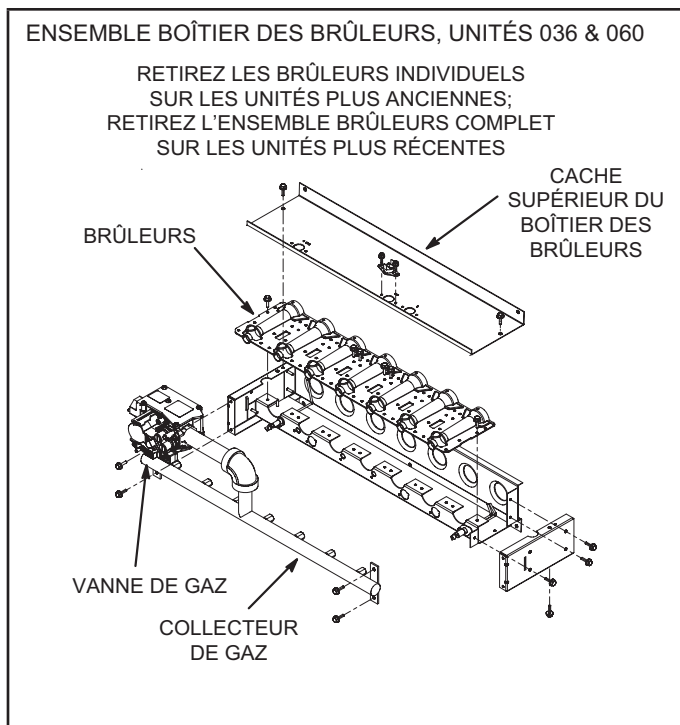
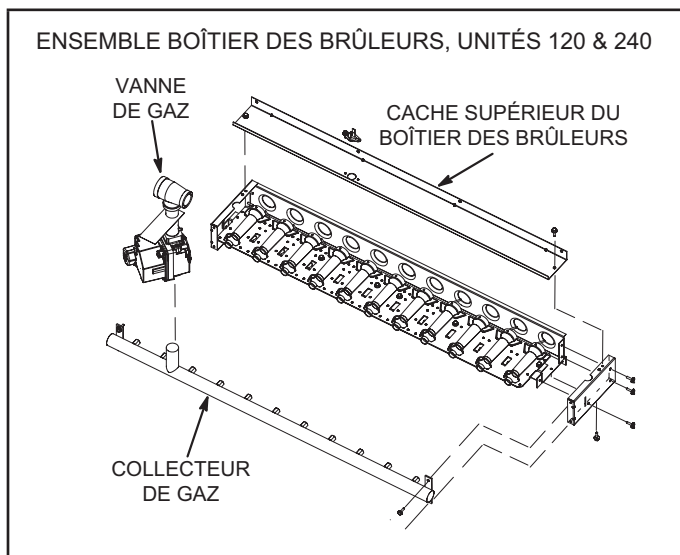

FIGURE 59
FIGURE 60
- 4 - Retirez et conservez les deux vis maintenant les brûleurs sur le support de brûleurs et soulevez chaque brûleur séparément ou l'ensemble brûleurs complet des orifices. Voir FIGURE 59 pour les unités 036 et 060 et FIGURE 60 pour les unités 120 et 240. Nettoyez les brûleurs au besoin.